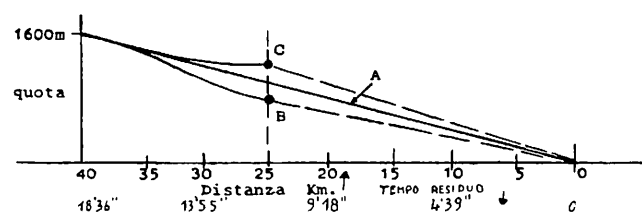

Fig. 1/A
a) In assenza di ascendenza o discendenza, il nostro altimetro indicherà le stesse quote indicate dal comparatore e quindi non dovremo apportare correzioni alla nostra planata (Fig. 1 A).